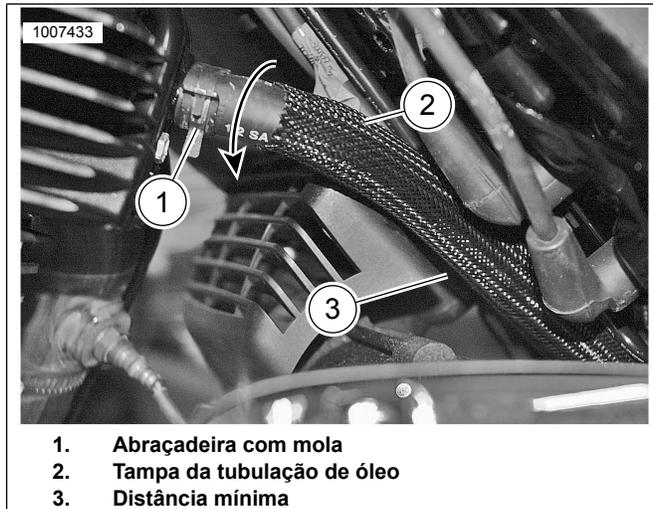

Figura 3. Tampa da tubulação de óleo traseira
- a. Veja Figura 3 . Reposicione os fios da vela, se necessário.
- b. Libere a abraçadeira da mola da mangueira da tubulação de óleo superior (1) e remova a mangueira da tubulação de óleo superior da cabeça.
- c. Remova a abraçadeira da mola da mangueira da tubulação de óleo (1) da mangueira.
- d. Insira a tampa sobre a mangueira da tubulação de óleo traseira (2). Posicione a tampa 25,4 mm (1 in) da abraçadeira da mola superior na mangueira da tubulação de óleo traseira.
- f. Com a abraçadeira tipo mola afrouxada, gire a mangueira para obter o máximo de espaço livre entre o alojamento da ventoinha e a tampa da mangueira da tubulação de óleo (3).